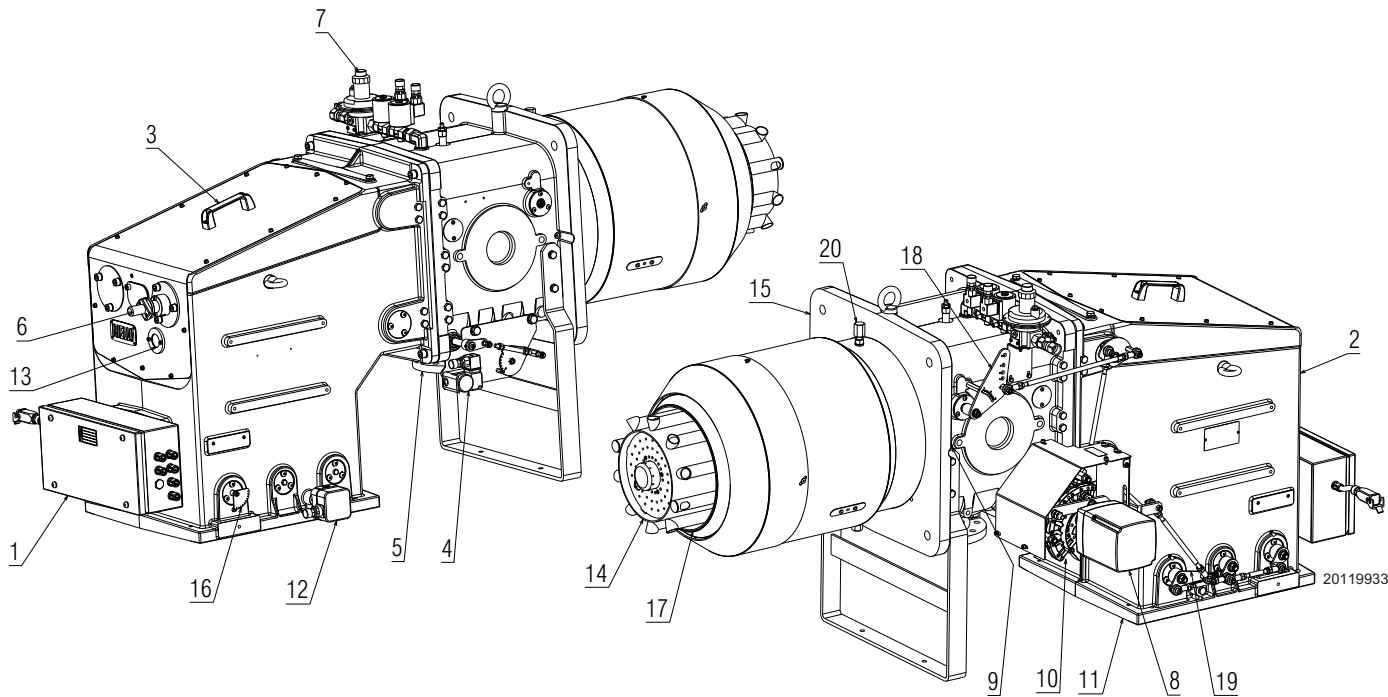

图 8
- (1) 参考条件 : 环境温度 20°C - 燃气温度 15°C - 大气压力 1013 mbar - 海拔 0 m a.s.l.
(2) 测试点 ( 图 8 ) 处的燃气压力 , 此时炉膛压力为 0 并且燃烧器处于最大出力运行状态。